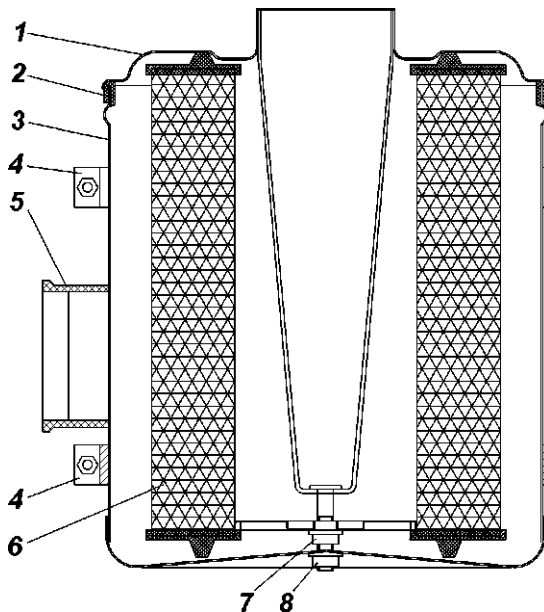

Рис. 9.10. Воздушный фильтр:
- отверните гайки хомутов 4 (рис. 9.10), снимите хомуты и воздушный фильтр;